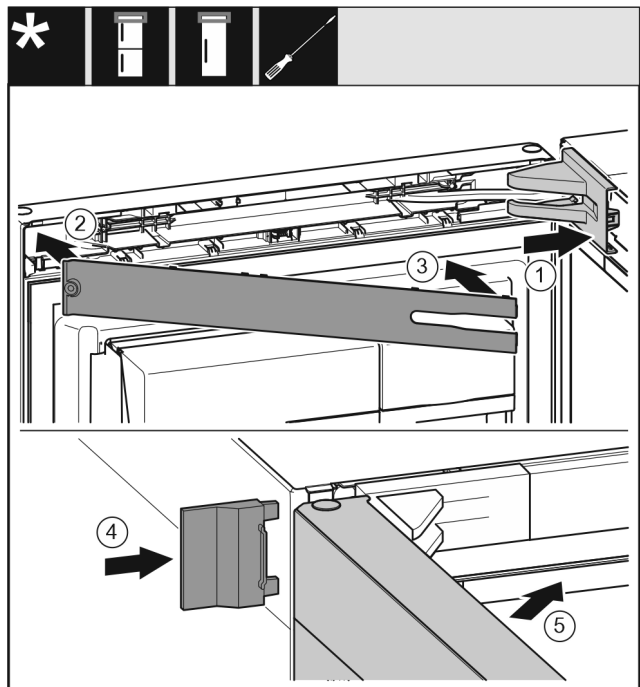

Fig. 22
- ▶ Sett på lagerdekselet og la det klikke på plass, ev. trykk det forsiktig fra hverandre. *Fig. 22 (1)*
- ▶ Sett på deksel. *Fig. 22 (2)*
- ▶ Sving inn dekselet og heft det fast. *Fig. 22 (3)*
- ▶ Skyv på det ytre dekselet. *Fig. 22 (4)*
- ▶ Lukk den øvre døren. *Fig. 22 (5)*